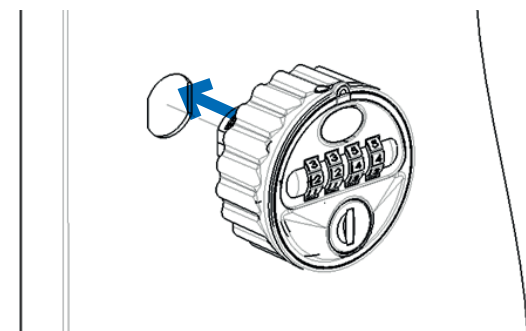

Abbildung 1.
Schritt 2 Positionieren Sie das Schloss an der Außenseite der Tür wie in Abbildung 1 gezeigt.